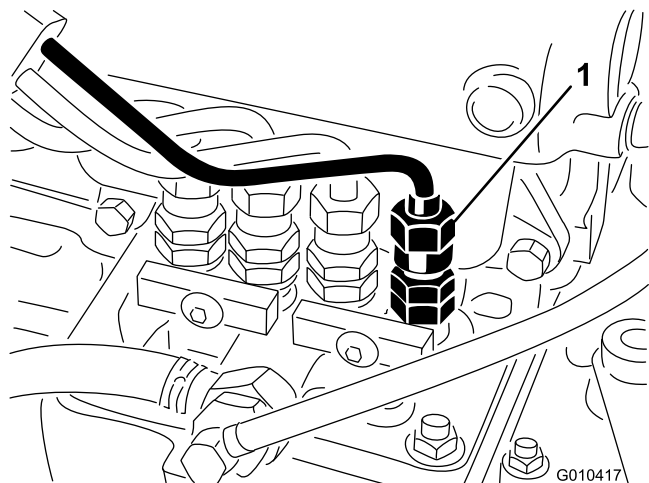

Figure 60
1. Desserrez le raccord entre l'injecteur N° 1 et le porte-injecteurs sur la pompe d'injection (Figure 60).